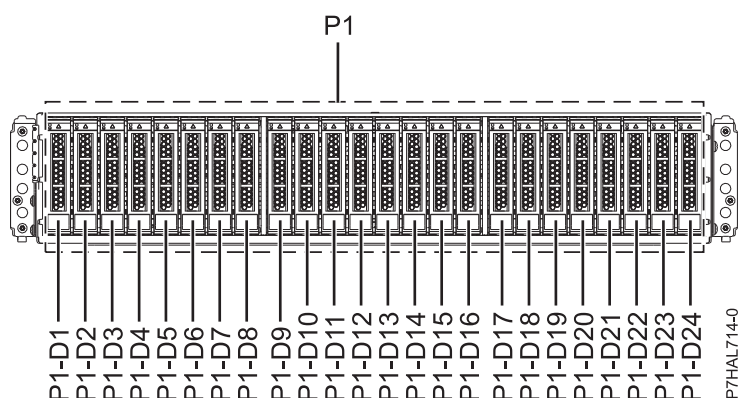
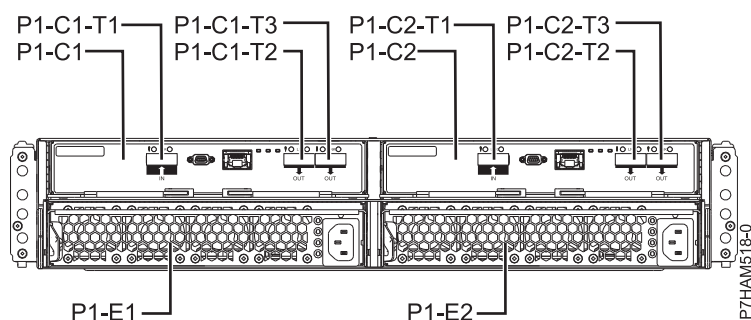

Figura 1. Vista frontal del model allotjament d'unitats de disc 5887 que mostra les ubicacions de les unitats de disc
Figura 2. Vista posterior de l'allotjament d'unitats de disc 5887
1. Identifiqueu la peça i l'allotjament amb què voleu treballar. Les ranures de les unitats de disc i SSD es troben a la part frontal de l'allotjament. A la Figura 1 i a la Figura 2 es mostra la vista frontal i la pista posterior de l'allotjament i les ubicacions de la unitat de disc a l'allotjament.